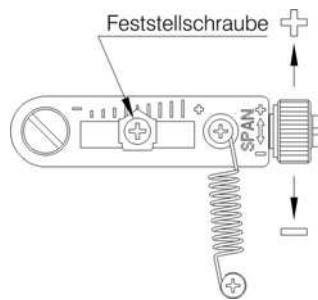

Figure 13
4. Après avoir ajusté le point zéro, réglez le signal d'entrée à 20 mA ou 4 mA. Vérifiez la course de levage de l'entraînement. Si le levage est trop réduit, ajustez la course de levage dans la direction '+'. Si le levage est trop élevé, ajustez la course de levage dans la direction '-'. Figure 13
5. Retirez le joint torique de la sortie OUT1 et installez le diaphragme approprié. Après l'utilisation du diaphragme, placez le joint torique à nouveau à son emplacement. Veillez à ce qu'aucun corps étranger parvienne à l'entrée. Figure 13